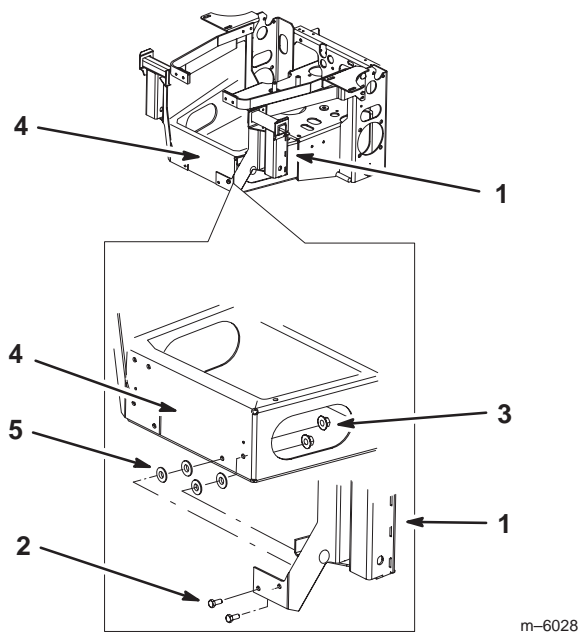

Bild 13
5. Befestigen Sie die Graskollektorbefestigungshalterung mit zwei Schrauben (5/16 x 3/4 Zoll), vier flachen Scheiben (5/16 Zoll) und zwei Bundmuttern (5/16 Zoll) an der hinteren unteren Stoßstange (Bild 13).
1. Ziehen Sie die Graskollektorbefestigungshalterung an der hinteren Stoßstange fest (Bild 13). Siehe Drehmomententabelle.